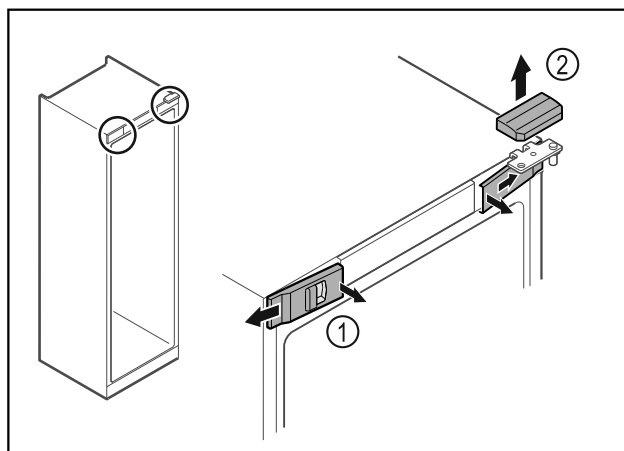

Fig. 7*
- ▶ Izvadite prednje poklopce Fig. 7 (1) iznutra i skinite ih na stranu.*
- ▶ Skinite gornji poklopac Fig. 7 (2) prema gore.*